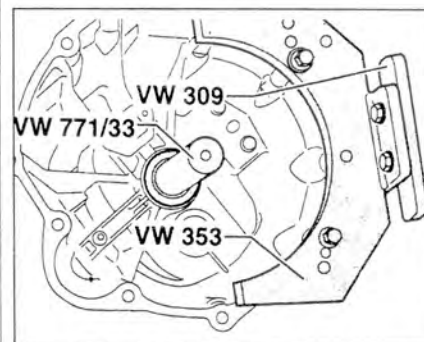

Рис. 5.45. Установите новый сальник до упора и убедитесь, что он не прокручивается.
32. Установите новый сальник до упора и убедитесь, что он не прокручивается (рис. 5.45).